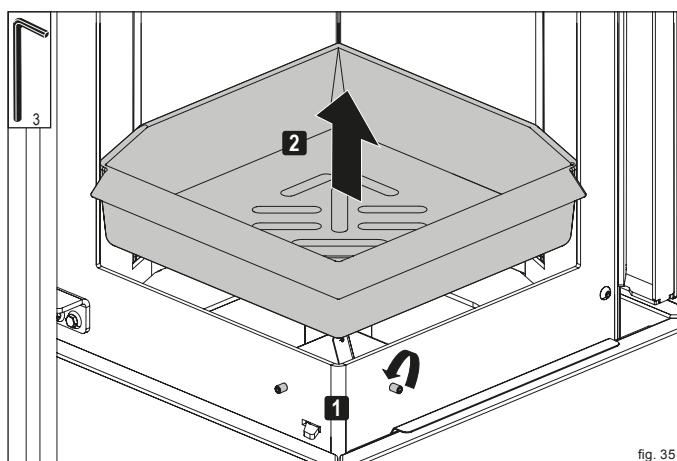

fig. 35
- Allentare i perni filettati **1** e sollevare la graticola **2** (fig. 35).